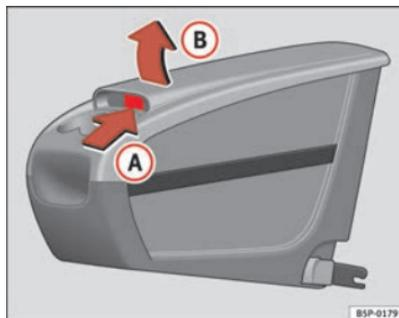

Fig. 113 Porta-objectos móvel. Abertura
- Levantar a tampa **(B)**, pela zona **(A)** ⇒ página 153, fig. 113.